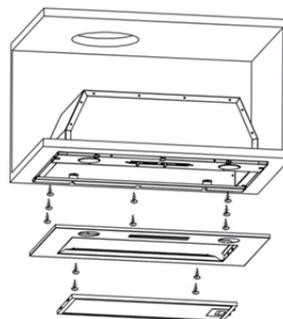

Fig. 2
- Retirez le filtre en aluminium et retirez les deux vis du panneau avant. Cassez les lampes à LED et mettez les panneaux. Fig2.